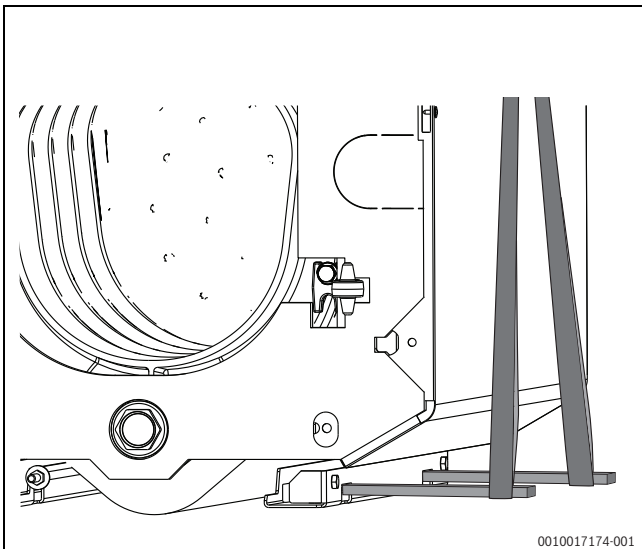

Рис. 11 Подъем котла с помощью прямоугольной профильной трубы и такелажных приспособлений (для котла 60 кВт)
- ▶ Пропустите прямоугольные профильные трубы (15x15 мм) через напольную шину котла и поднимите котел с помощью такелажных приспособлений (кольцевые стропы) (→ рис. 11)